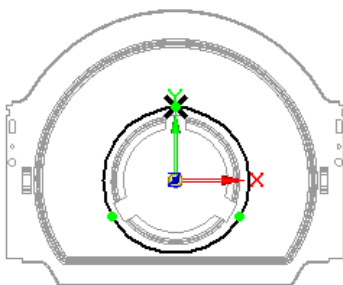

图 8.5.38 绘制圆形阵列轮廓
(4) 绘制圆形阵列轮廓。单击 **特征** 区域中的  按钮, 绘制图 8.5.38 所示的圆形。
① 定义阵列类型。在“阵列”命令条 **翻转** 后的下拉列表中选择 **适合** 选项。
② 定义阵列参数。在“阵列”命令条 **半径(R):** 后的文本框中输入值 28, 在 **计数(C):** 后的文本框输入个数为 3, 单击左键确定。